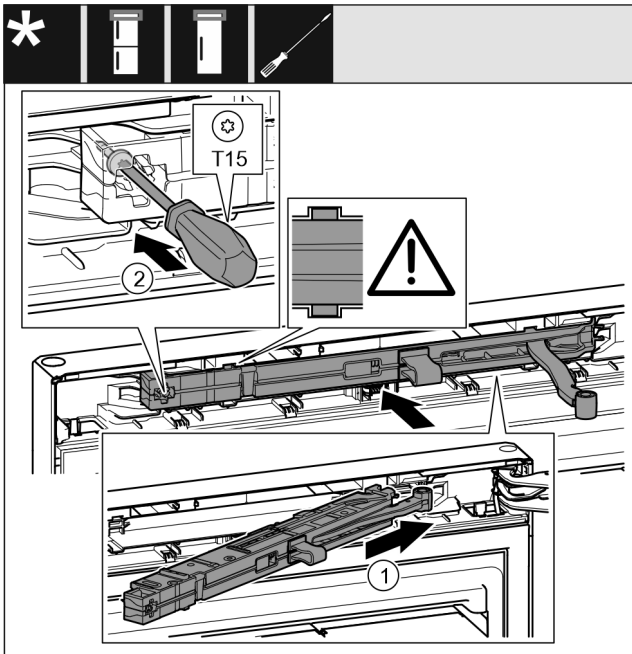

Fig. 22
- ▶ Jednotku tlumiče zavírání Fig. 22 (1) na straně stojanu ložiska zasuňte až na doraz šikmo do vybrání.
- ▶ Šroubovákem šroub Fig. 22 (2) pevně utáhněte.